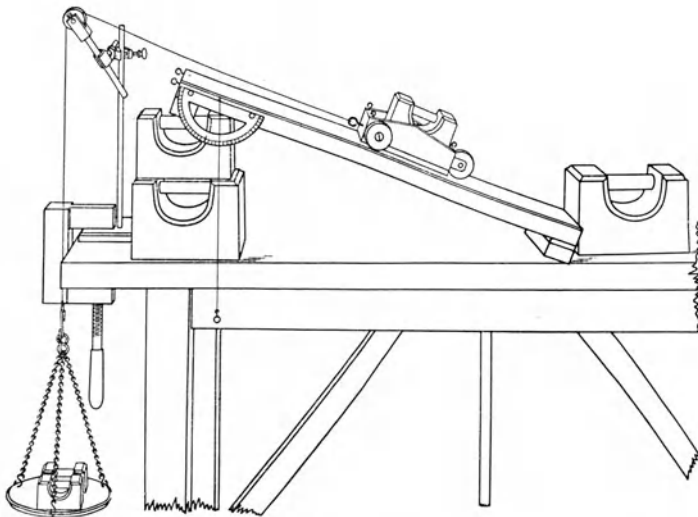

Fig. 40.
g) Entnimm dem Kräfteplan die Größe der Zugkraft in der Schnur (2) und vergleiche das Ergebnis mit der verbesserten Ablesung an der Federwage. Entnimm dem Kräfteplan die Druckkräfte in den Stäben 1 und 3.
b) Stelle an der Tischkante mit untergeschobenen Gewichtstücken die *schiefe Ebene* unter einem *Neigungswinkel* von  $\sim 20^\circ$  so auf, daß ihre Längskante ein wenig über die Tischkante vorsteht (Fig. 40).